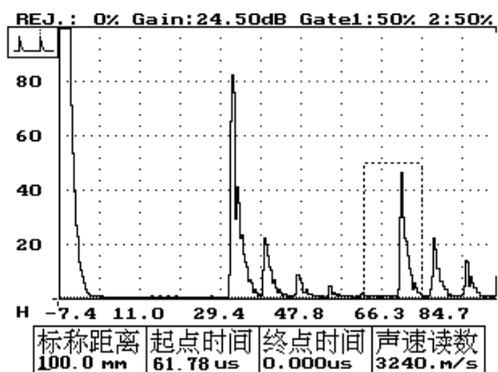

图 18-8
8、按波形键及方向键——使屏幕上出现被测工件的多次底面反射波（用纵波探头进行测试）或者被测圆弧的两次反射波（用横波探头进行测试）。同时使反射波的波高达到一定幅度。如图 18-8 所示（以纵波探头测试为例）。
1 7、按波形键及方向键——使屏幕上出现被测工件的多次底面反射波（用纵波探头进行测试）或者被测圆弧的两次反射波（用横波探头进行测试）。同时使反射波的波高达到一定幅度。如图 18-8 所示（以纵波探头测试为例）。